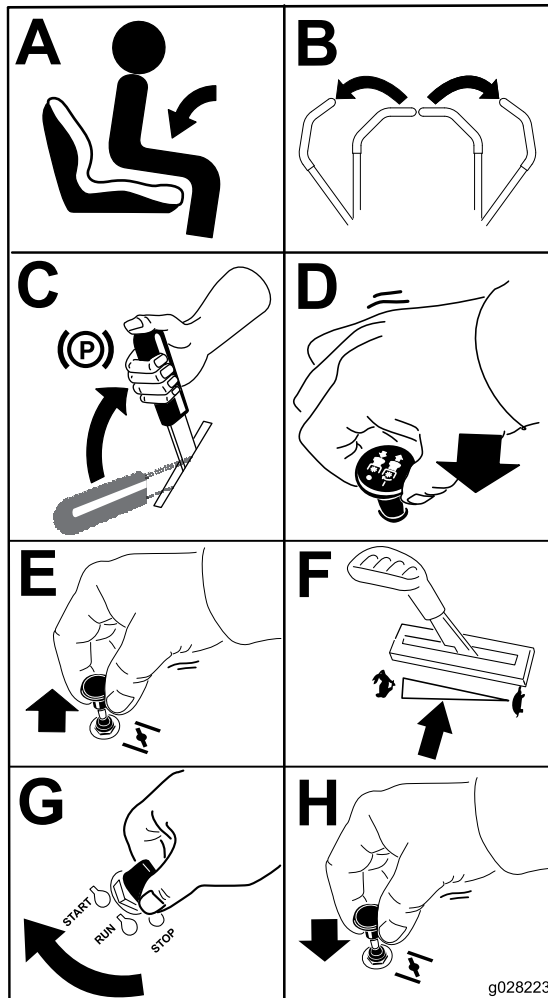

Figure 14
**Remarque:** L'usage du starter n'est généralement pas nécessaire si le moteur est chaud (Figure 14).